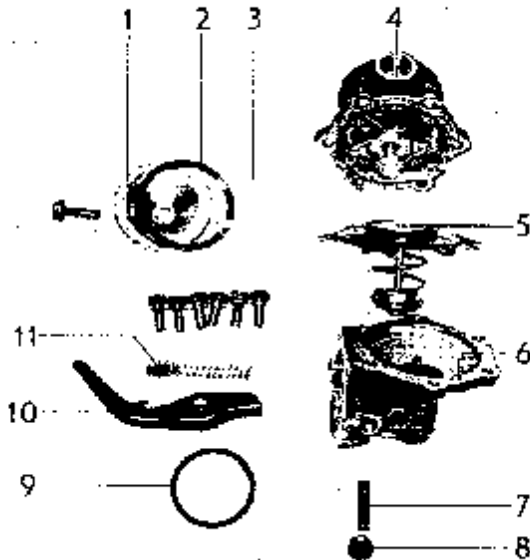
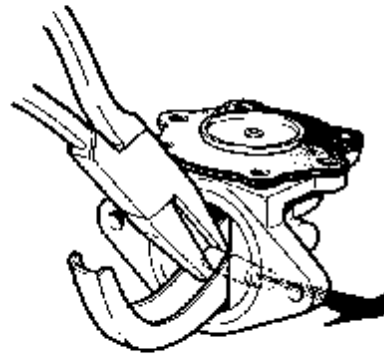

Abb. 46 Förderpumpe
Abb. 47 Ausbau des Hebels
2. Rückzugfeder (11, Abb. 46) und Schraube (8) kennzeichnen. Die Hebelachse mit Hilfe einer Flachzange herauschieben, siehe Abb. 47. Hebel und Membran herausziehen.
Deckel (1, Abb. 46) lösen und abnehmen. Sieb (3) herausnehmen und sauberblasen. Vor dem Einbau die Dichtung (2) überprüfen. Wenn erforderlich eine neue Dichtung einbauen.